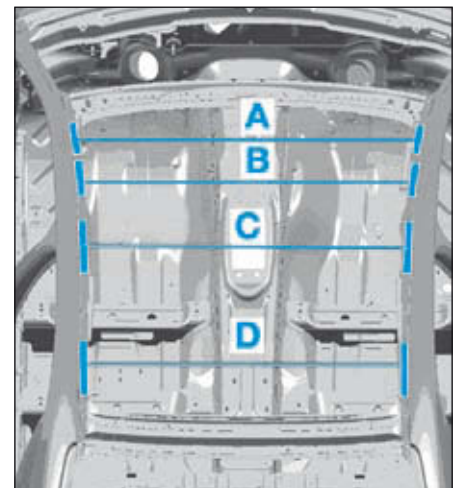

FIG.69
- Percer des trous de Ø 5 mm aux emplacements repérés dans le cadre de pavillon (Fig.69) :